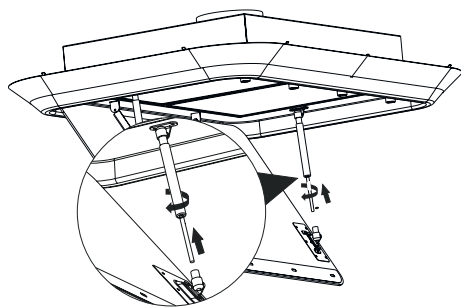

Fig. 18
- 13.** ▶ Montér nu støddæmperne fast ved at dreje dem i pilens retning (Fig. 18). Luk derefter kantsugpladen